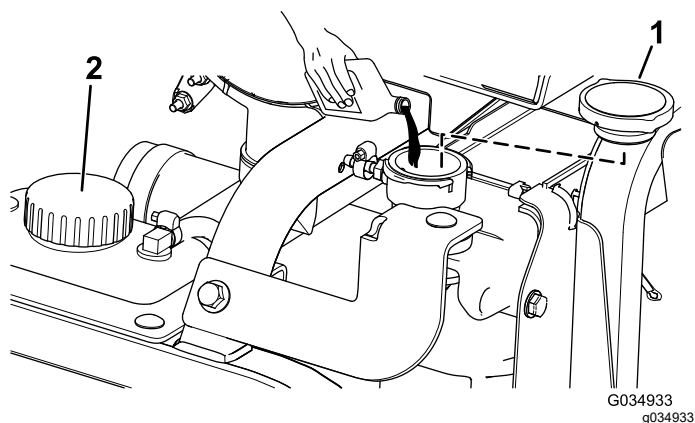

Figura 91
- 5. Llene el radiador de refrigerante hasta que el nivel de refrigerante llegue al borde del orificio de llenado (**Figura 91**).